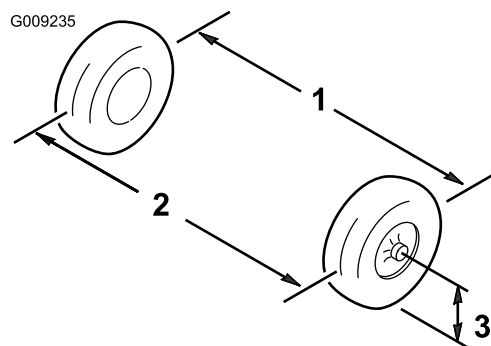

Figura 32
4. Meça a distância entre os pneus dianteiros à altura do eixo na zona dianteira e traseira dos pneus dianteiros (Figura 32).